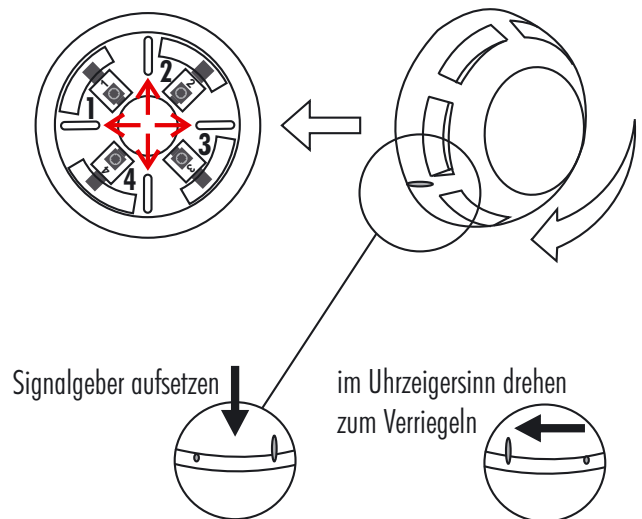

Abb. 2
5. Setzen Sie den Signalgeber auf den Sockel und drehen Sie ihn im Uhrzeigersinn, um ihn zu verriegeln (siehe Abb. 2), sodass die Markierungslinie auf dem Signalgeber mit der längeren Markierung auf dem Sockel übereinstimmt.